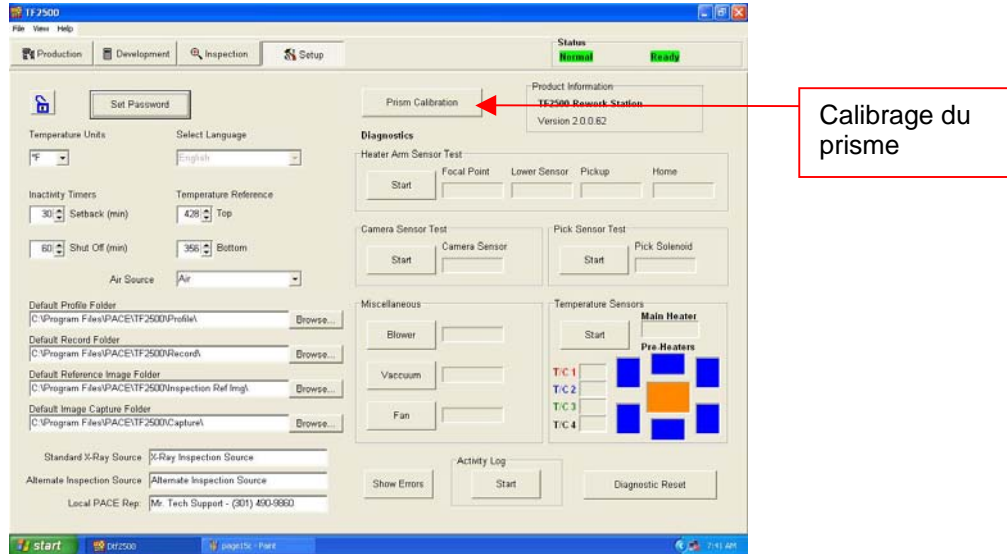

Figure 9
- i. Sélectionner l’écran de configuration. (Figure 9)